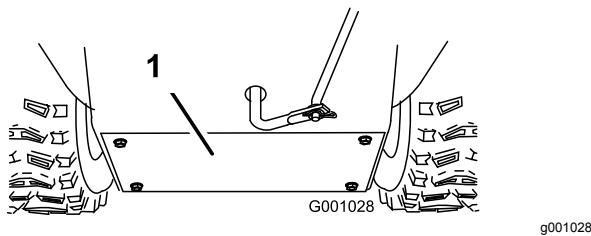

Figura 35
3. Togliete il carter posteriore (Figura 35).